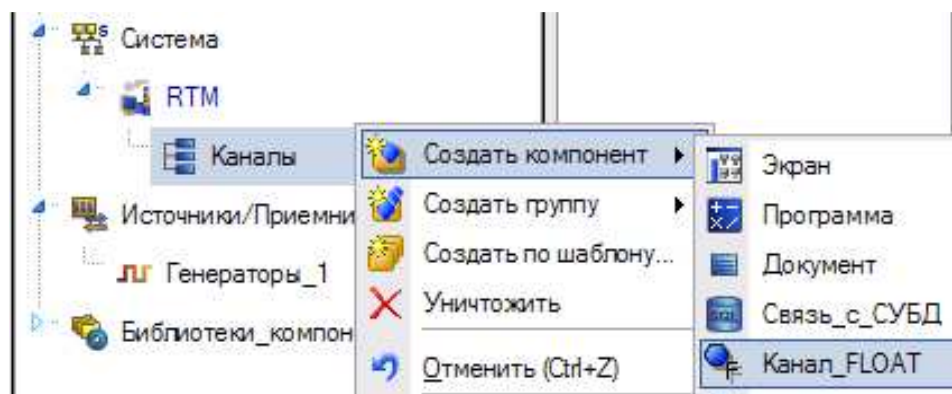

Рис. 3.10 Создание канала
3. **Создание канала.** Выделите группу *каналы* RTM узла. Вызовите контекстное меню. В появившемся контекстном меню выберите строку *создать компонент*. Среди предложенных компонентов выберите *канал_FLOAT* (рис. 3.10).